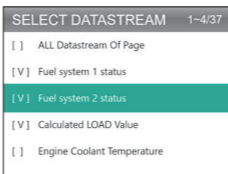

図 3.5.3
- [ページのすべてのデータフロー] を選択して、すべてのアイテムを検査することもできます (図 3.5.3 を参照)。